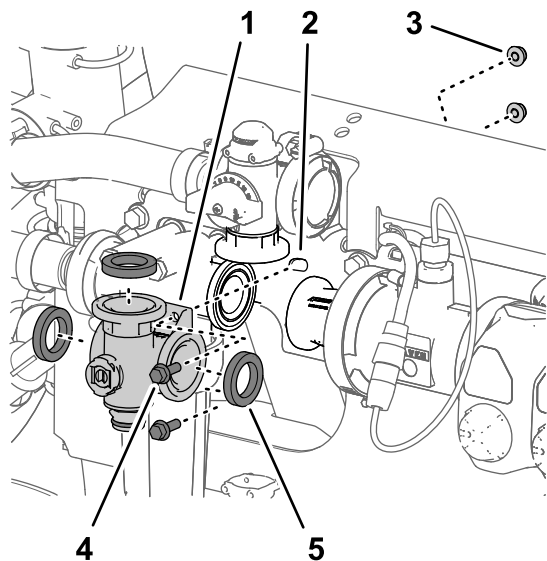
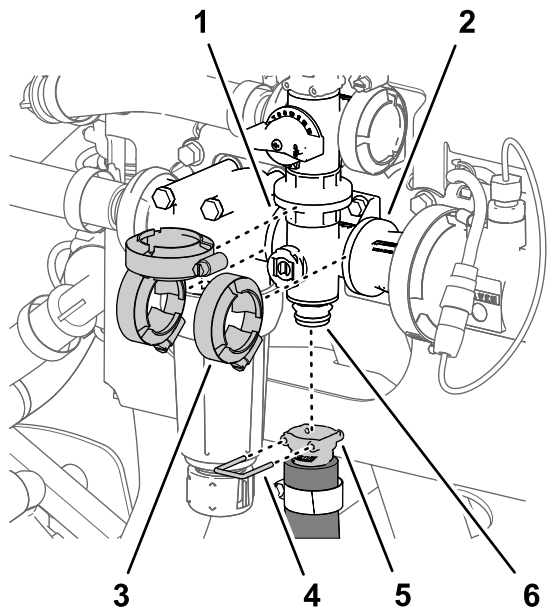

图 135
图 136
1. 将搅拌阀歧管凸缘、3 个垫片与搅拌旁通阀、压力式滤头和耦合适配器的凸缘对齐图 135和图 136。
- 用在 拆下搅拌歧管阀 \(页码 68\) 中卸下的 3 个法兰夹具将搅拌阀歧管松松固定至搅拌旁通阀、压力式滤头和耦合适配器 图 136。
- 用手拧紧 3 个法兰夹具 图 136。
- 用快速连接销将搅拌软管的快速连接耦合器安装到搅拌阀歧管的快速连接接头上 图 136。